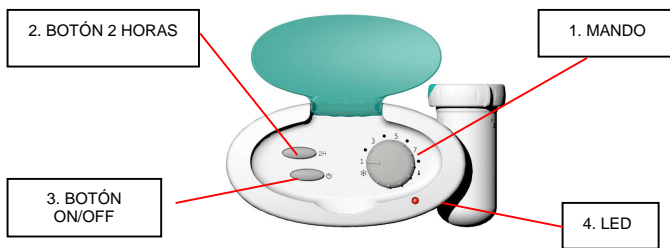

Figura 2: Termostato electrónico
El aparato tiene dos botones y un mando, como se puede ver en la Figura 2. Para encender o apagar el aparato (ON/OFF), pulsar el botón 3: cuando el regulador está encendido (ON), el LED emite una luz roja si el elemento está alimentado y verde cuando no está alimentado. Hay cuatro modos de funcionamiento: modo normal, modo marcha forzada (para secar ropa), modo antihielo y modo hilo piloto (sólo clase II).